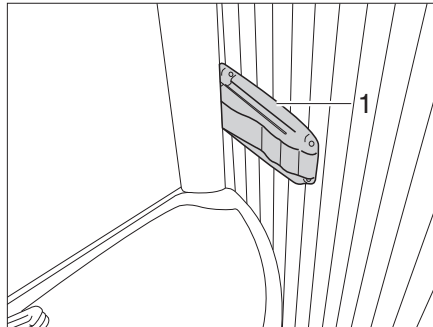

Fig. 348 Toilettes Vario, blocage de la paroi de douche
- Appuyer sur le dispositif de blocage (Fig. 348,1) situé à la droite du rebord du lavabo et tirer légèrement le lavabo. Le lavabo se déplace avec la paroi arrière vers l'avant.